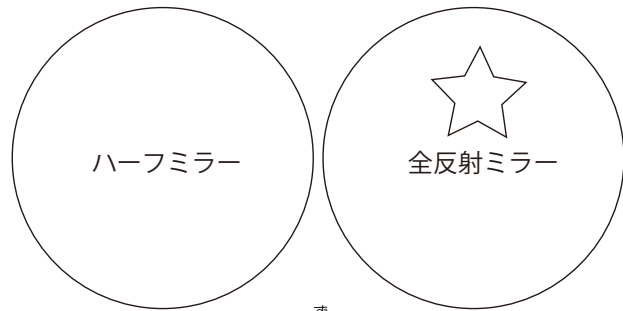

図5
2) 厚さ0.5 mm のポリカーボネート全反射ミラー、ポリカーボネートハーフミラーの型紙をミラーの裏に両面テープで2箇所とめます。貼り付けたら、円板状に切りませんが、線の内側を切ると良いでしょう（図5）。